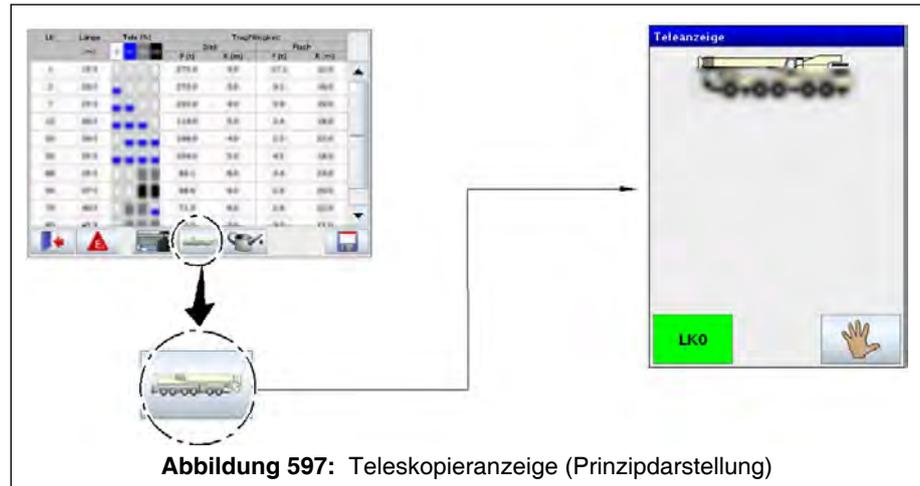

Abbildung 597: Teleskopieranzeige (Prinzipdarstellung)
- Hauptausleger in Transportstellung (Fahrposition: ganz eintelekopiert, verbolzt und waagrecht) (siehe Kapitel "Teleskopieren" unter "Hauptausleger in Transportzustand bringen"). Ansicht auf Display (siehe Abb. 597, Seite 730).
Damit der Umklappvorgang problemlos durchgeführt werden kann, muß der Hauptausleger vollständig eingefahren sein. Die Anschläge zwischen den Teleskopen müssen anliegen. Die Anschläge sind z. T. verdeckt angebracht. Es ist daher durch reine Betrachtung nicht zu erkennen, ob die Anschläge anliegen. Daher sollte die Transportstellung des Hauptauslegers (Anzeige Display: siehe Abb. 597, Seite 730) bei jedem Klappen der HAV von Transport- in Arbeitsstellung bzw. umgekehrt erneut hergestellt werden. Eventuell muss der am letzten Teleskop gesicherte Teletrieb zusätzlich manuell eingefahren werden (siehe Kapitel "Teleskopieren" unter "Manuellem Teleskopieren"), bis kein weiteres Einfahren der Teleskope mehr möglich ist.